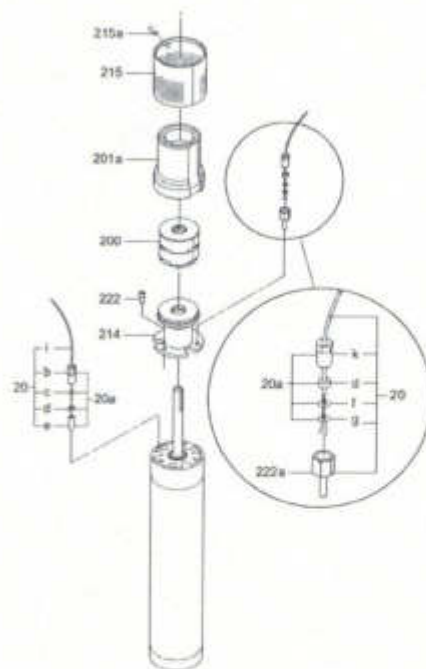

Abb. 1 MP 1 Pumpe Komponenten
- Schraube, Pos. 215a, losschrauben und mit dem Sieb, Pos. 215, entfernen. Siehe Abb. 1.
- Den abgemantelten Teil des Erdleiters herumbiegen. Siehe Abb. 1.